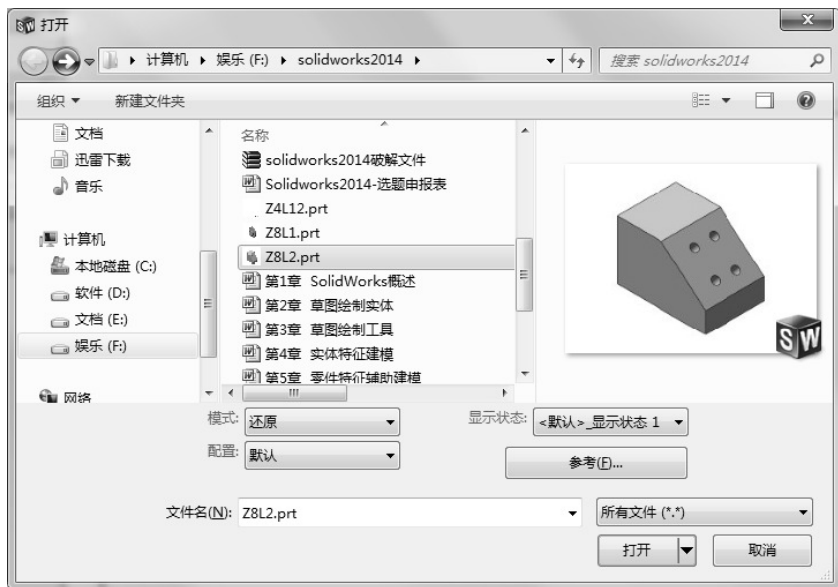

图 8-22 浏览到一个模型文件 Z8L2.prt
- [6] 单击【浏览】按钮，浏览到一个模型文件 Z8L2.prt，如图 8-22 所示，单击【打开】按钮。